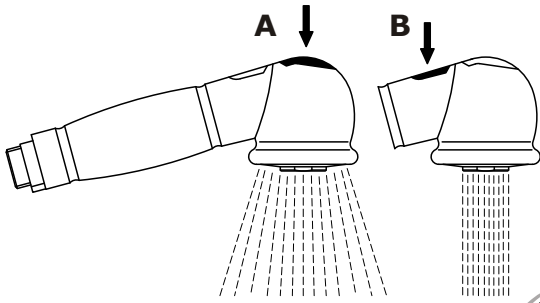

FIG. 3
- ➔ When the tap is turned on, by pressing front push-button **A** (see fig. 3) the water flows out of the aerator and is then diverted to the shower. To get the flow back to aerator position press rear push-button **B** (see fig. 3).
- ➔ Cuando la tapa esta abierta, presionando el botón frontal **A** (vea fig.3) el agua fluira hacia afuera hacia el aereador y de alli transferido a la ducha. Para regresar el flujo al aereador, presione el botón trasero **B** (vea fig.3).